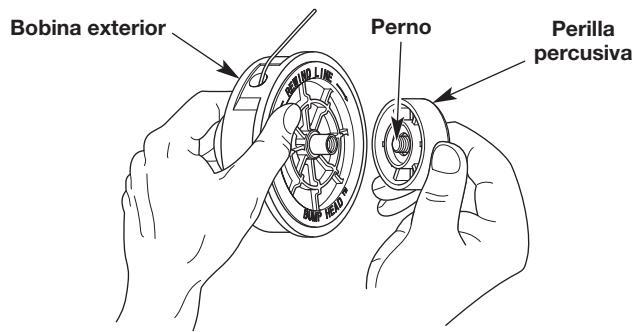

Fig. 15
- Sostenga la bobina exterior con una mano y desenrosque la perilla percusiva en sentido contrario a las agujas del reloj (Fig. 15).